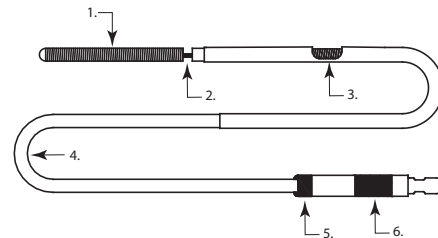

Figura 1
- Extraiga lentamente la bobina desmontable Axiom™ Prime de la vaina introductora sobre la palma de su mano, protegida con un guante, y busque irregularidades en la bobina y en la zona de desprendimiento. Es necesario realizar una inspección visual porque existe un posible riesgo de irregularidades. Si las hubiera, sustitúyala por otra bobina desmontable Axiom™ Prime (consulte la Figura 1).